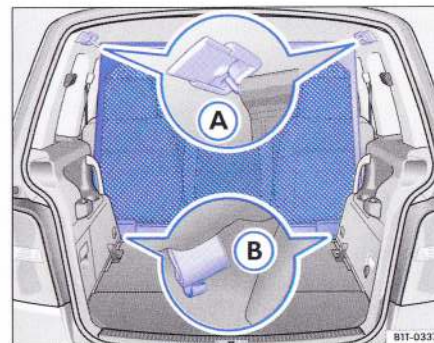

Fig. 104 Peretele despărțitor în spatele celui de-al doilea rând de scaune
- Deschideți clapetele ⇒ fig. 104 ① din spate din plafon pentru a avea acces la locașele de prindere ale peretelui despărțitor.
- Fixați peretele mai întâi în elementul de pe partea stângă ③. Atenție ca bara transversală să fie trasă în jos.
- Fixați peretele cu clamele ④ în inelele de prindere.